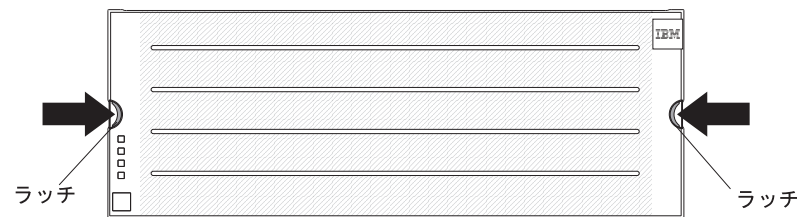

図 84. ベゼルの取り外し
1. ストレージ拡張エンクロージャの前面で、ラッチを内側に押して、ベゼルを取り外します (図 84 を参照)。
3. ストレージ拡張エンクロージャの前面にベゼを配置します (図 84 を参照)。